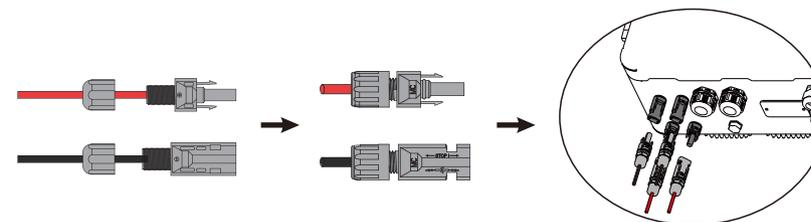

Figure 4.1-3 La fiche PV est connectée à l'onduleur
Étape 3. Vissez le capuchon et branchez-le du côté de l'onduleur. Un clic se fera entendre si les connecteurs sont correctement insérés dans les fiches PV. Voir la figure 4.1-3.